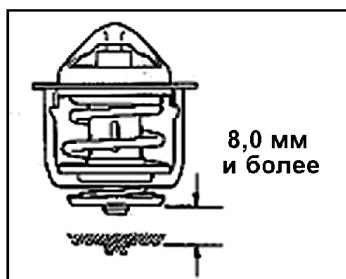

Рис. 120
(2) Погрузите термостат в суд с водой и постепенно нагревайте воду;
(3) Проверьте температуру открытия термостата. Она должна составлять 80 - 84°C;
(4) Проверьте высоту подъема клапана термостата (Рис. 120). Высота должна составлять 8 мм при 95°C;